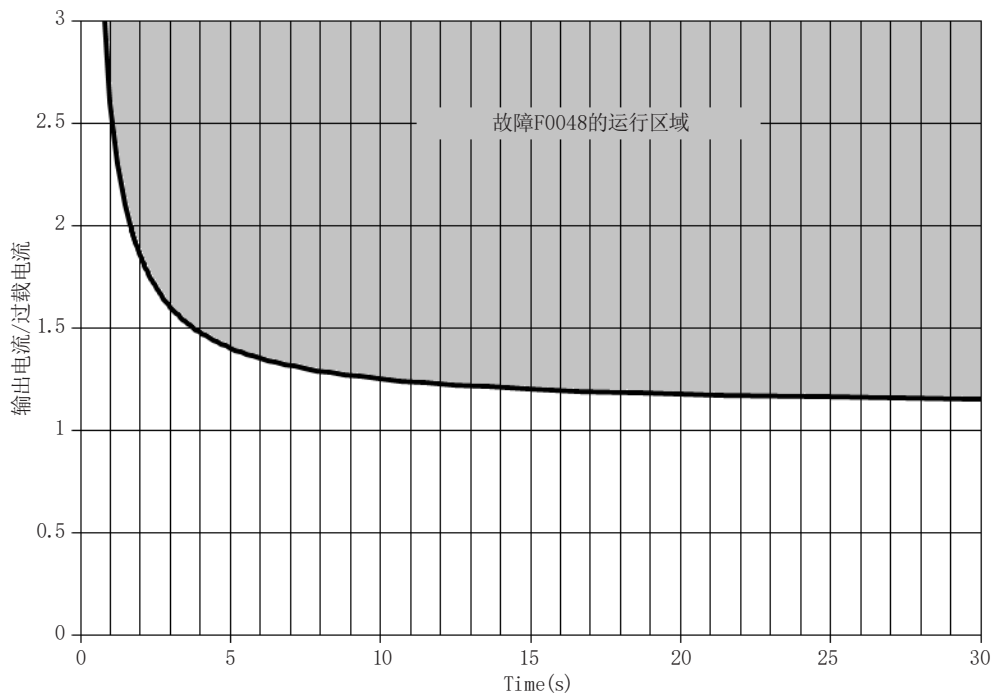

图 17.3: IGBT过载的致动（正常负载-ND）
在正常负载 (ND) 下, 对于150%的过载, 故障F0048会在4秒钟左右发生, 如图17.3所示. 同样, 电流值低于变频器额定负载的110%时, 也不会发生故障.